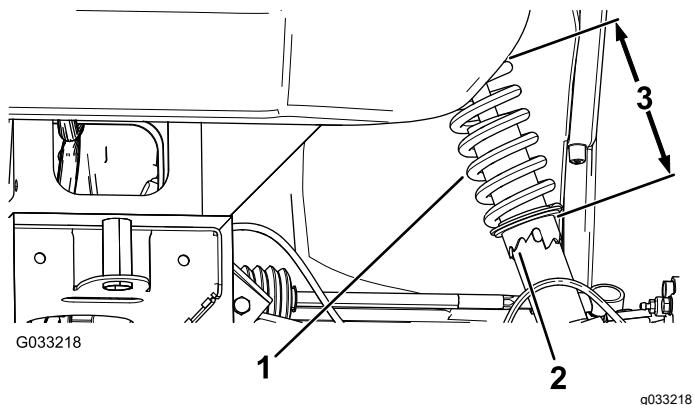

Bild 48
2. Wenn der Radsturz nicht richtig eingestellt ist, drehen Sie den Stellring am Stoßdämpfer mit einem Gabelschlüssel, um das Rad einzustellen (Bild 48).